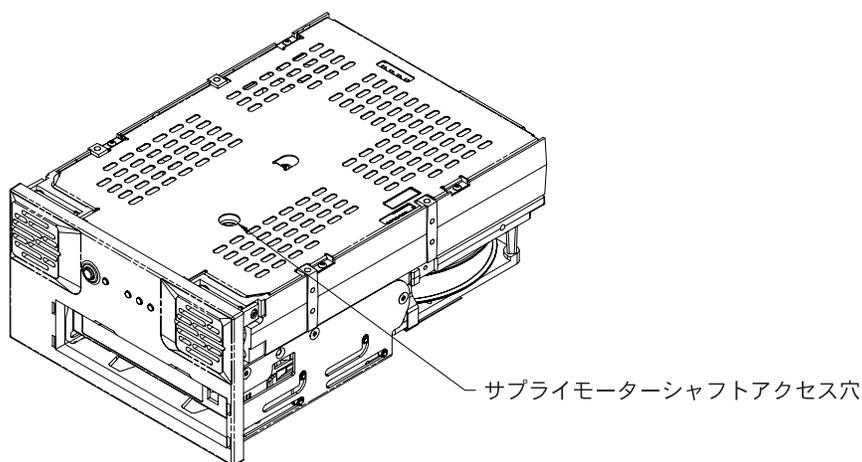

図 20 サブライ・モーター・アクセス穴を示した Viper 200 の底面図
4. 図 20 に示す底のプレートにある穴から 1.5-mm 六角レンチを挿入します。六角レンチを右にゆっくりと回してテープをカートリッジに滑らかにリワインドします。これには多少時間がかかることがあります。